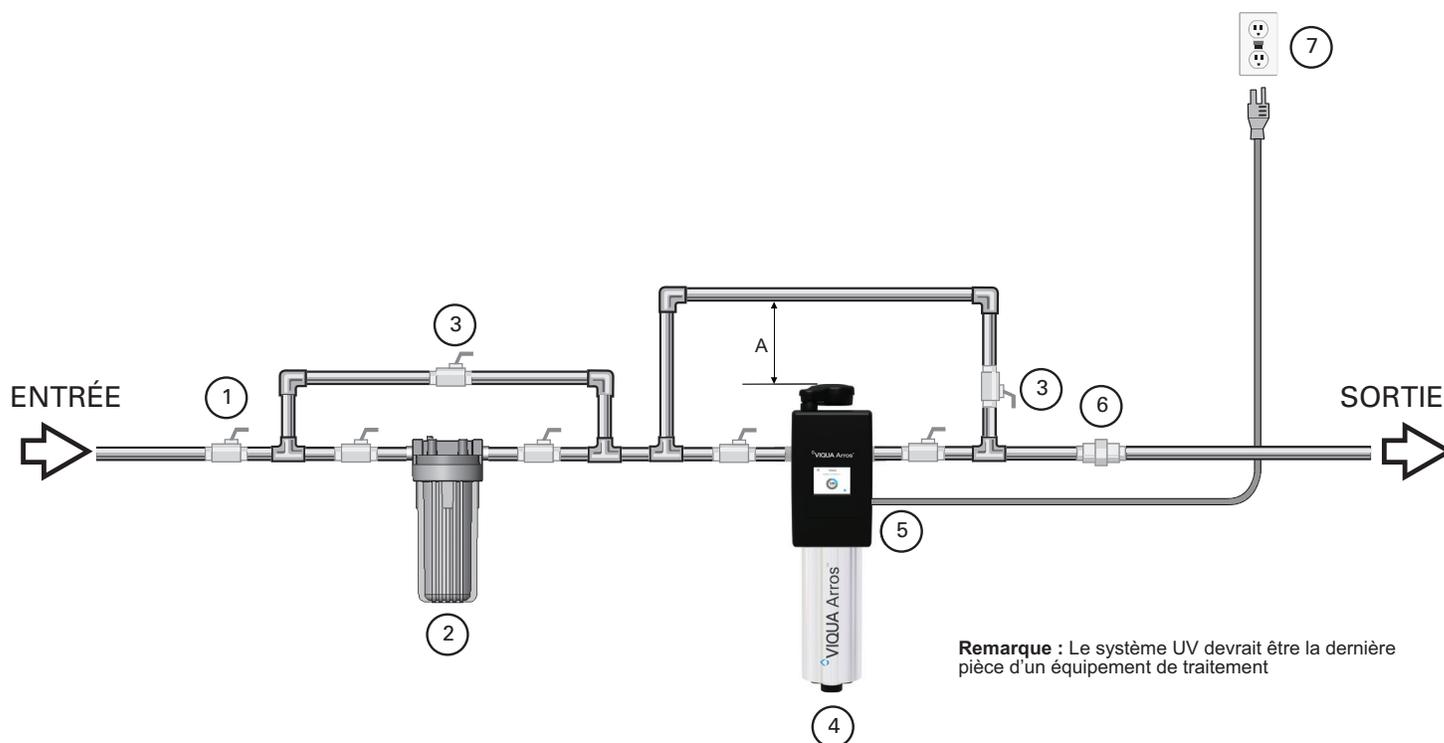

Figure 3 Système UV
- Déterminez l'emplacement intérieur approprié pour le système UV. Reportez-vous à la Figure 3.
- Effectuez tous les raccordements de plomberie nécessaires. Reportez-vous à la Figure 3.
1. Figure 3 montre l'installation d'un système UV typique et les composants associés qui peuvent être utilisés pour l'installation. L'utilisation d'un ensemble de dérivation est recommandée au cas où le système nécessiterait une maintenance « hors ligne ». Dans ce cas, notez que le système nécessite un désinfectant supplémentaire pour le système de distribution si de l'eau est utilisée pendant la condition de dérivation. De plus, pendant la dérivation, l'eau ne sera PAS traitée et une étiquette « NE PAS CONSOMMER L'EAU » doit être physiquement installée sur l'ensemble de dérivation jusqu'à ce que le système soit désinfecté et remis en service. Pour plus d'informations, reportez-vous à la Section 3.2. Si l'eau doit être consommée alors que le système est hors ligne, l'eau doit être bouillie pendant vingt minutes avant la consommation.